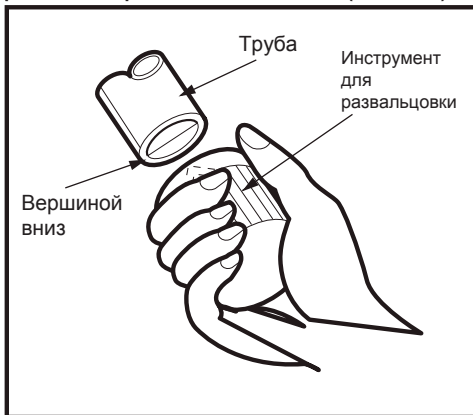

Рис. 5
3) Полностью удалите заусенцы с обрезанного поперечного участка трубы. Наклоните трубу вниз, чтобы избежать попадания заусенцев в трубу через выпускное отверстие (рис. 5).